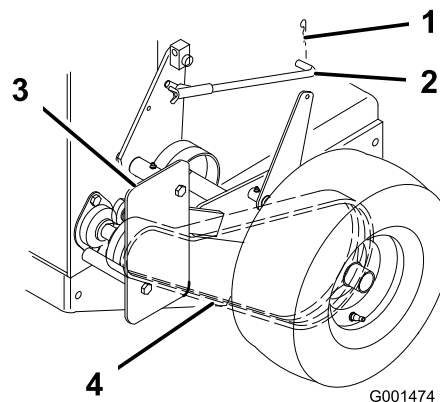

Figure 40
3. Enlevez la goupille fendue qui fixe la tige de frein au bras de frein pour relâcher la poulie de tension de la courroie (Figure 40).
4. Enlevez le boulon inférieur et desserrez le boulon supérieur du déflecteur pour le faire pivoter et accéder à la courroie (Figure 40).
5. Soulevez la courroie et faites-la passer au-delà de la poulie de tension pour l'enlever de la poulie de d'entraînement (Figure 40).
8. Fixez le déflecteur avec les boulons retirés précédemment, serrés au couple correct (Figure 40).
9. Fixez la tige de frein au bras de frein avec la goupille fendue (Figure 40).